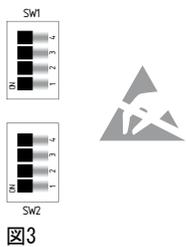

図3
遅延時間調整（図3，4参照）
- ・ DIPスイッチは、本製品の前面カバーを取り外すとあります。（図3、4）